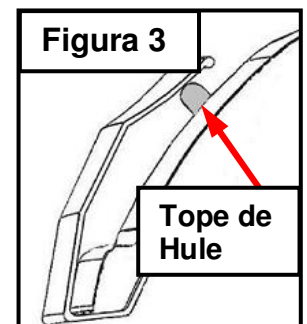

Figura 3
6. Coloque el tope de hule en el cofre del vehículo, en el lugar donde las orillas del Deflector de Cofre están más cercanas al cofre **(Figura 3)**. **Limpie el lugar primero con alcohol isopropílico y quite la cubierta del adhesivo en el tope de hule antes de instalarlo en el cofre.**